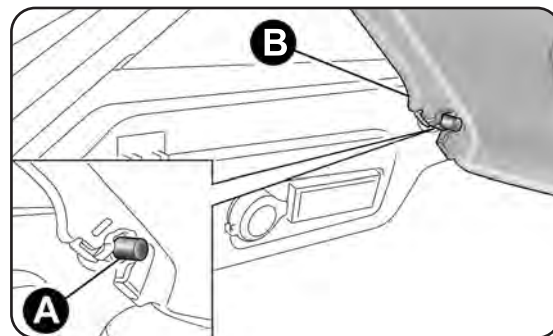

fig. 73
- libera i perni A-fig. 73 posti all'esterno del ripiano, quindi rimuovi la cappelliera B sfilandola verso l'esterno.